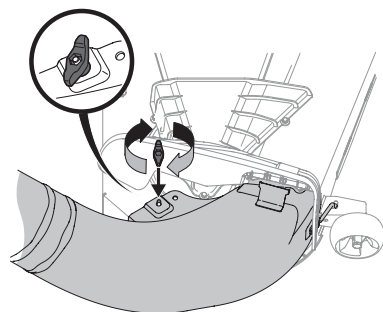

Figura 18
6. Fije el codo del bota en la plataforma de corte usando una perilla de aletas (720-04122) a partir de el paquete de herrajes 689-02364. Consulte la Figura 18.